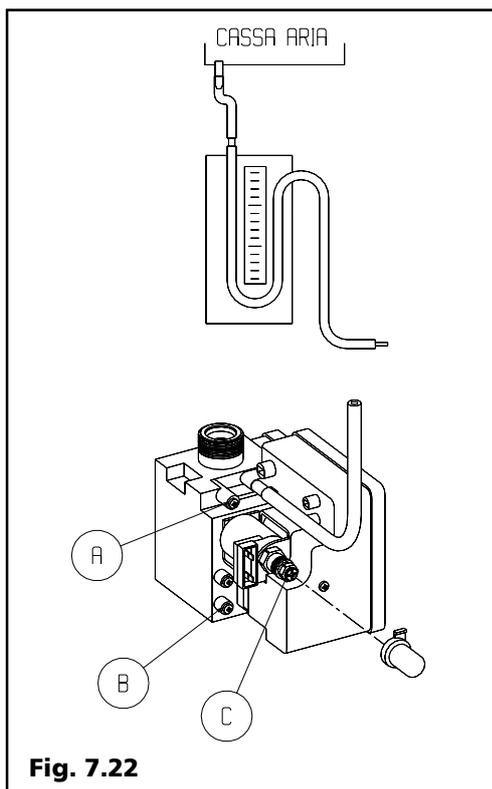

Fig. 7.22
- collegare il manometro sulla presa di pressione (B) a monte della valvola gas;
- scollegare il manometro e chiudere la presa (B).
7.6 Taratura delle pressioni al bruciatore (Fig. 7.22)
- collegare un capo del manometro alla presa di pressione (A) a valle della valvola del gas e l'altro alla presa di compensazione sulla cassa aria;